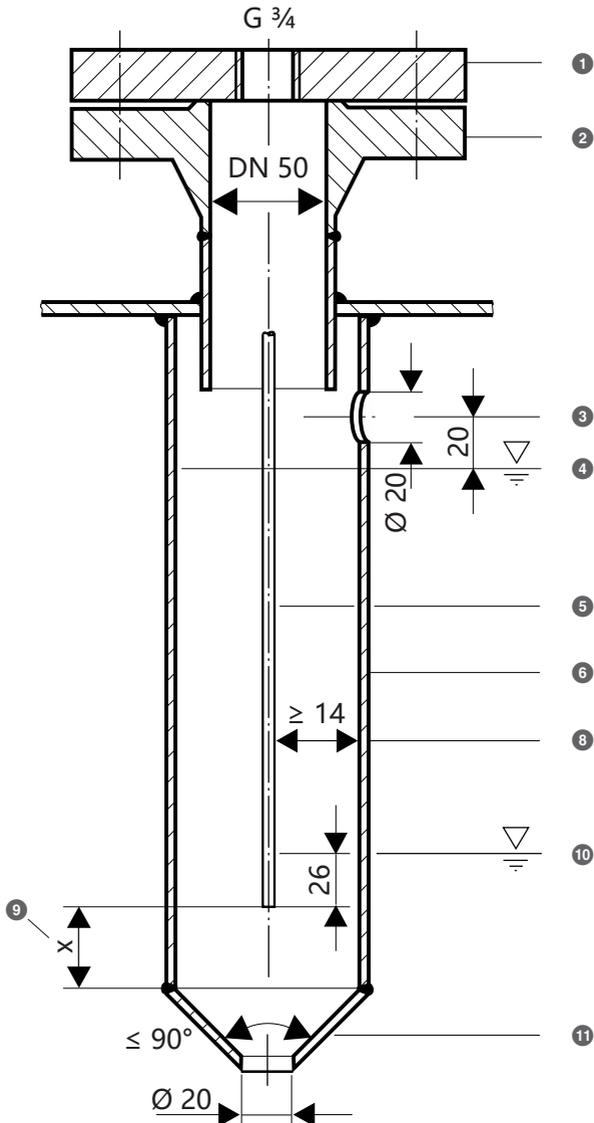
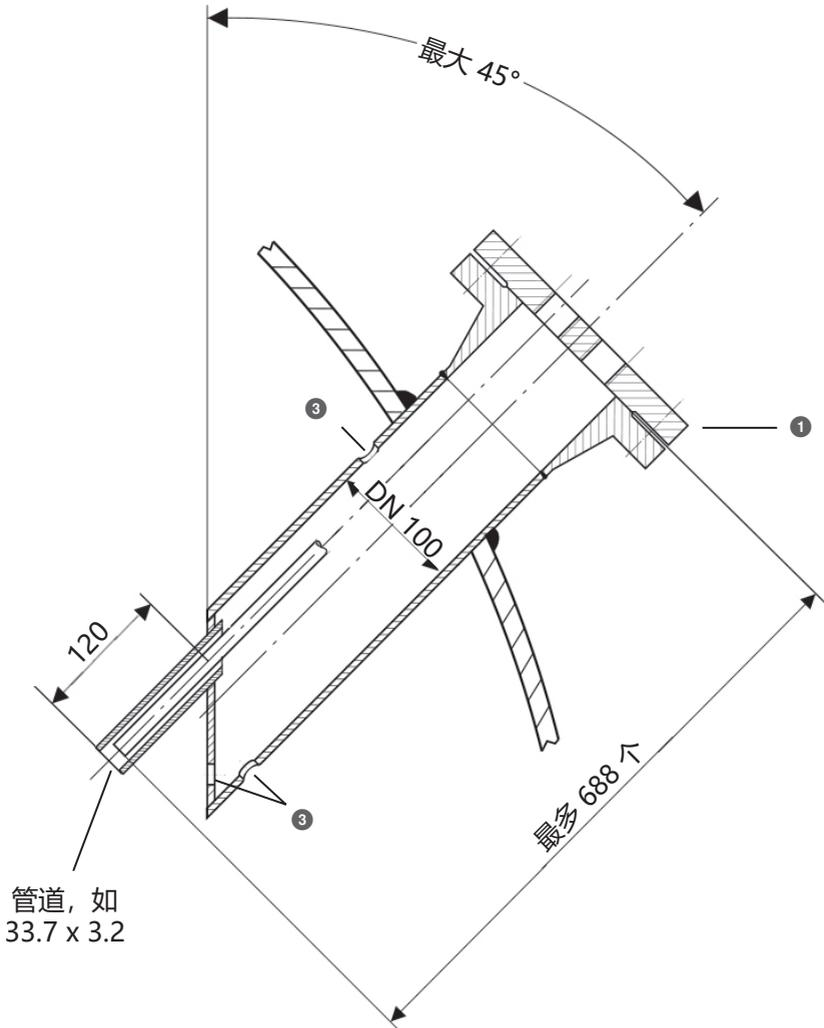

图 9
图 13
- 液位电极的倾斜角度应（仅在用于双孔法兰中时）为  $-45^\circ$ ，此时电极棒的最大长度不得超过 688 mm，见图 13。
- 安装液位电极时注意最小距离尺寸，参见安装示例图 9 至图 13。
**带尺寸要求的安装示例，参见图 9，页码 25**
### 图例 图 9 至 图 13
- ① 图 9、10: 法兰 (PN 40、DN 50) DIN EN 1029-01 (单个电极)